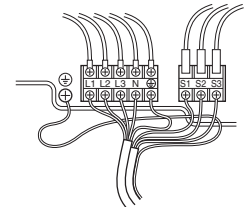

Fig. 7-2
7.1. Utomhusenhet (Fig. 7-1, Fig. 7-2)
- Hänvisa till fig. 7-1 och fig. 7-2 när kablarna dras.